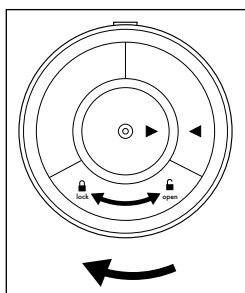

Fig. 2
7. Sæt lukningen til batterirummet **13** ind igen. Drej lukningen til batterirummet **13** i urets retning mod **lock** , indtil de to markeringer   er på samme højde, og lukningen til batterirummet **13** klikker hørbart fast (se fig. 2).